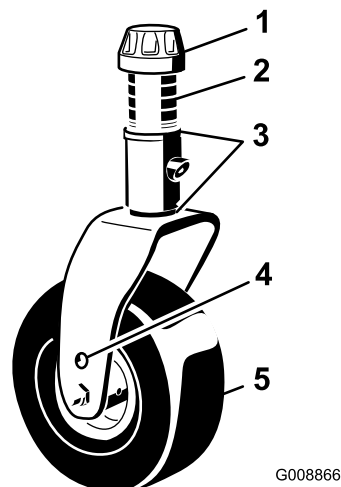

Figura 29
3. Regolate gli spessori (3 mm) sulla forcella (o forcelle) della ruota orientabile, finché l'altezza di taglio non corrisponde al valore riportato sull'adesivo (Figura 29); fate riferimento a Regolazione dell'altezza di taglio \(pagina 29\).